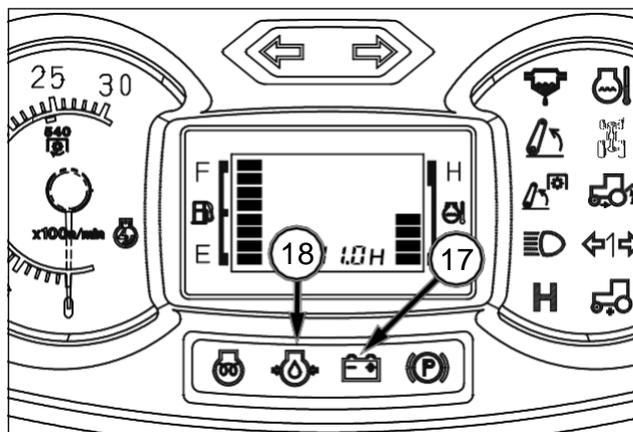

FIG. 74
FIG. 74: Los indicadores luminosos de la batería (17) y de la presión del aceite del motor (18) de la fila de indicadores se deben apagar cuando el motor arranque. Si uno de estos indicadores permanece encendido, **PARE EL MOTOR DE INMEDIATO** y busque la causa del problema.